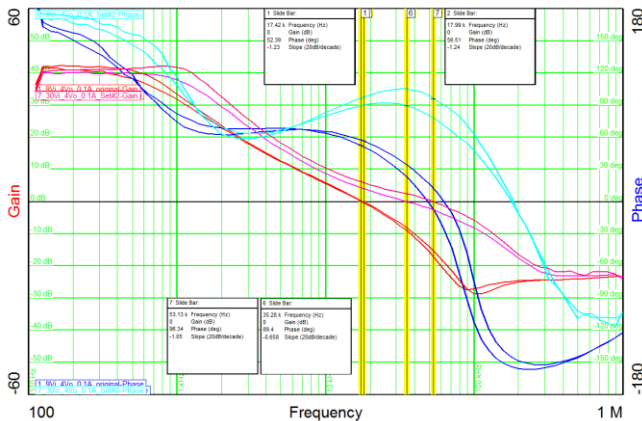

Figure 4A 原始参数和优化后参数对比
2. 调整补偿参数，增加带宽来提高响应速度，从而减小波动。TPS54061是电流型控制，一般采用一个2型补偿器来补偿环路，通过左移零点的位置可以增大带宽。如Figure 4A所示，其中set#1为原始参数。Set#2中R4=100k, C5=330pF, C6=2.2pF, R6=5.6k, R7=1.4k。如需进一步增大带宽，可以通过在R6旁边并联一个前馈电容，多增加一个零点。如Figure 4B所示，增加Cc电容到1200pF，可以将带宽再增加10k. 实测使用这套参数基本就看不到输出电压波动。